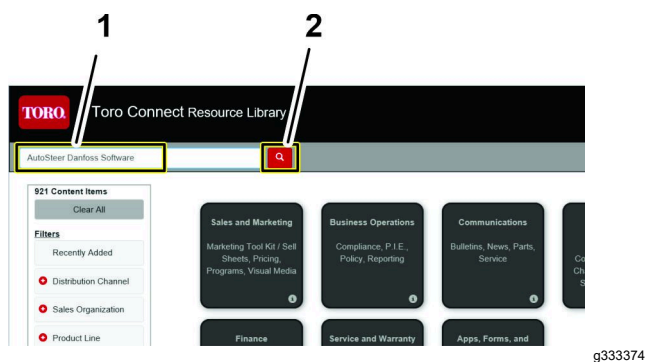

Figura 15
3. Na página Web Library (biblioteca), escreva AUTOSTEER (direção automática) na caixa de texto Enter Search Terms (introduzir termos de pesquisa) (Figura 15).